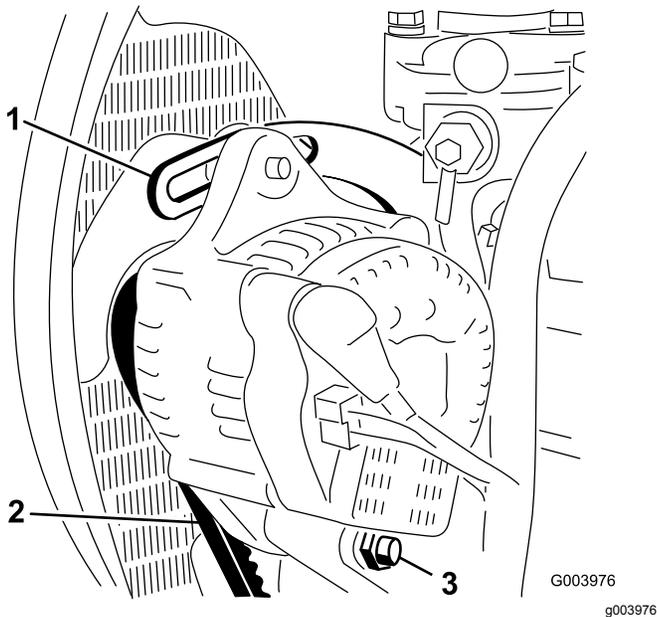

Bild 48
2. Prüfen Sie die Spannung des Treibriemens, indem Sie eine Kraft von 10 kg in der Mitte zwischen der Lichtmaschine und der Kurbelwellenscheibe ansetzen (**Bild 48**).
3. Lockern Sie die Schraube, mit der die Strebe am Motor befestigt ist (**Bild 48**) sowie die Schraube, mit der die Lichtmaschine an der Strebe und der Drehschraube befestigt ist.